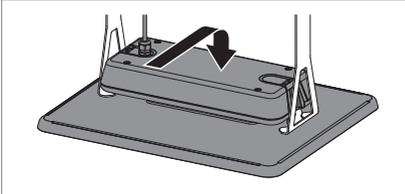

Fig. 4: Valaisimen ripustus kattokiinnikkeeseen.
- ▶ Ripusta valaisin kattokiinnikkeeseen, katso Fig. 4.